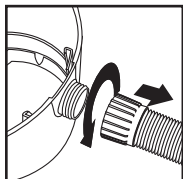

FIGURA 27
39. Desatornille la tuerca de seguridad de la manguera y retire la manguera de la entrada. **FIGURA 27.**